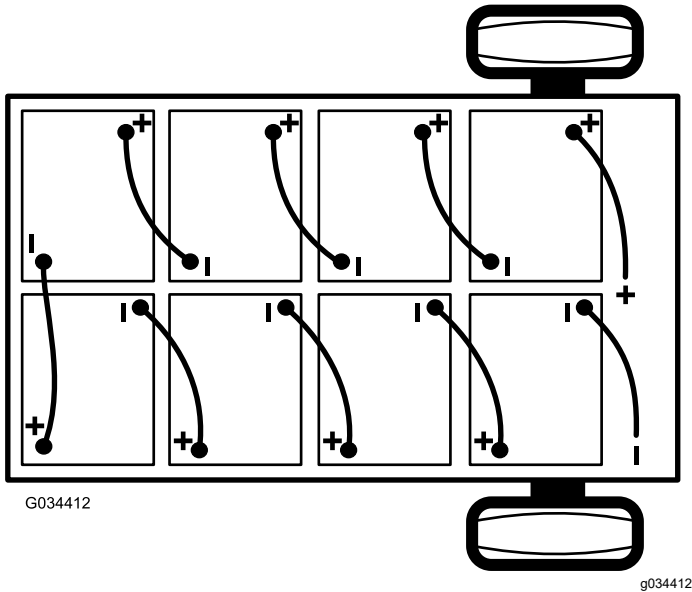

Bild 42
2. Schließen Sie das Hauptminuskabel (schwarz) ab, mit dem die Batterien an der Erdungsstelle der Maschine angeschlossen sind (Bild 42).
- Schließen Sie das Hauptpluskabel (rot) der Batterie ab, mit dem die Bank der Batterien am Hauptanschluss der Maschine angeschlossen ist (Bild 42).
Hinweis: Achten Sie auf die Batteriepolartität, wenn Sie neue Batterien einsetzen (Bild 42).
- Schließen Sie die Batterien mit den Batterieverbindingkabeln, die Sie in Schritt 1 entfernt haben, zusammen, wie in Bild 42 abgebildet.
- Schließen Sie das Hauptpluskabel (rot) der Batterie zwischen der Bank der Batterien und der Maschine an (Bild 42).
- Schließen Sie das Hauptminuskabel (schwarz) zwischen den Batterien und der Maschine an (Bild 42).